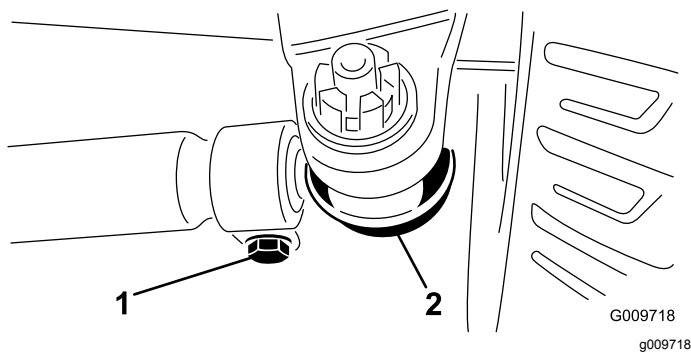

Figura 44
2. Para ajustar, remova o contrapino e a porca de cada uma das rótulas da barra de ligação (Figura 44). Remova a junta da barra de ligação do suporte do eixo.
3. Desaperte as abraçadeiras que estão em ambas as extremidades das barras de ligação (Figura 44).
4. Rode uma (1) vez a rótula separada, para dentro ou para fora. Aperte a abraçadeira na parte solta da barra de ligação.
5. Rode uma (1) vez todo conjunto da barra de ligação na mesma direção (para dentro ou para fora). Aperte a abraçadeira na extremidade ligada da barra de ligação.